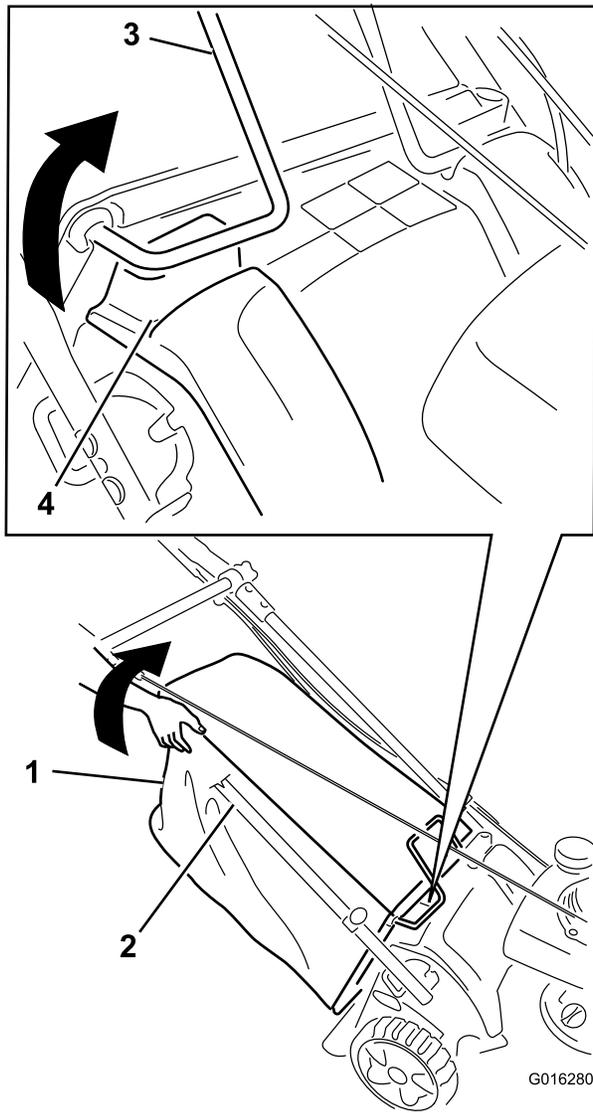

Figura 56
5. Con el motor en marcha, levante la esquina superior derecha del recogedor hasta que el armazón de alambre de la esquina delantera derecha superior del recogedor salga totalmente de la ranura derecha (Figura 56). **El motor debe pararse.**